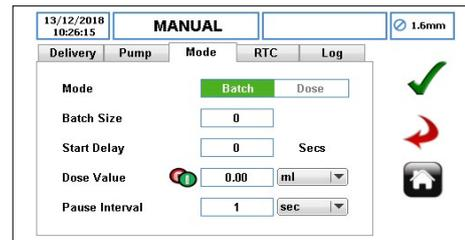

Figure 51 Mode Série sélectionné
- ▶ Une fois que vous avez sélectionné le mode « Dose/Série », sélectionnez le mode « Série » comme indiqué à la figure 51.